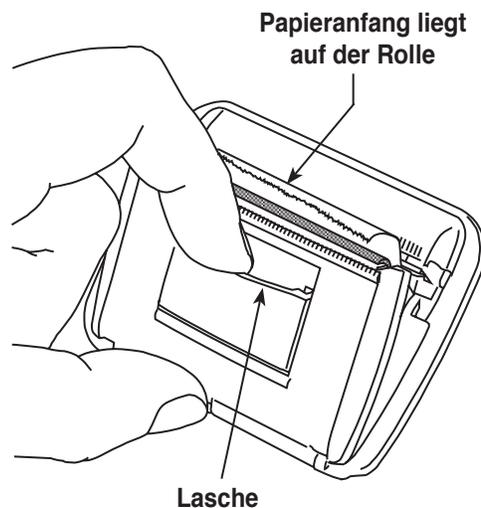

Abbildung 22
1. Die Druckerabdeckung entfernen und mit der Lasche herausziehen (siehe Abbildung 22).